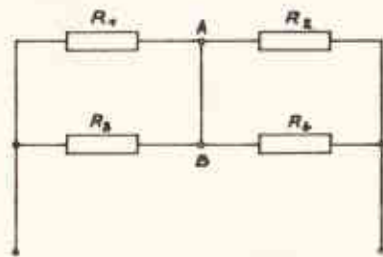

Abb. 2.5 – Schaltbild
3. Von nachstehender Widerstandsgruppenschaltung (Abb. 2.5) be-
4. In der Widerstandsgruppenschaltung nach Abb. 2.5 soll der Strom zwischen den Punkten A und B Null sein. Die Werte für R_1 , R_2 und R_3 sind nebenstehend angegeben. Die angeschaltete Spannung ist $U = 60 \text{ V}$.
5. In der Widerstandsgruppenschaltung nach Abb. 2.5 sind sämtliche Widerstände gleich groß. Die angeschaltete Spannung ist $U = 60 \text{ V}$, die gemessene Stromstärke beträgt $I = 90 \text{ mA}$. Wie groß sind die Einzelwiderstände der Schaltung?